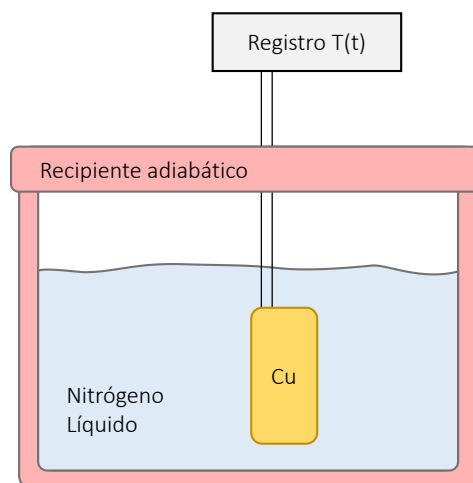

Figura 2. Dispositivo experimental.
En la práctica se observará el efecto Leidenfrost poniendo en contacto Nitrógeno líquido (NL) con una masa de cobre (Cu) a temperatura ambiente. El dispositivo experimental se muestra esquemáticamente en la figura 2. Básicamente consiste de un contenedor térmico donde se coloca NL y el cilindro de Cu. El cilindro de Cu posee en una de sus caras perforaciones donde pueden colocarse sensores de temperatura en correcto contacto térmico mediante grasa siliconada o similar.